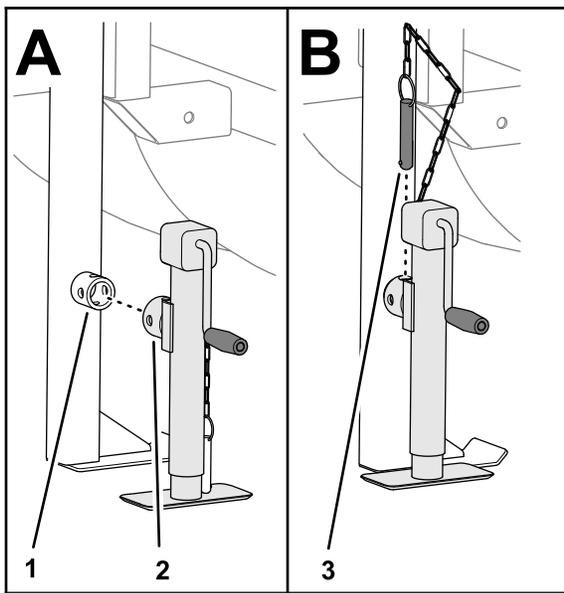

Figura 24
2. Monte el gato verticalmente en la pata de apoyo trasera y fije el gato con el pasador (Figura 24).